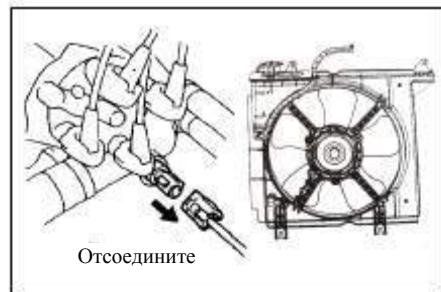

Рис. 64
**(1) Проверьте работу вентилятора при низкой температуре охлаждающей жидкости(ниже 83 °C)**
- c. Отсоедините разъем датчика температуры охлаждающей жидкости (см. Рис. 64)